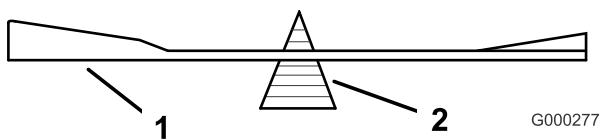
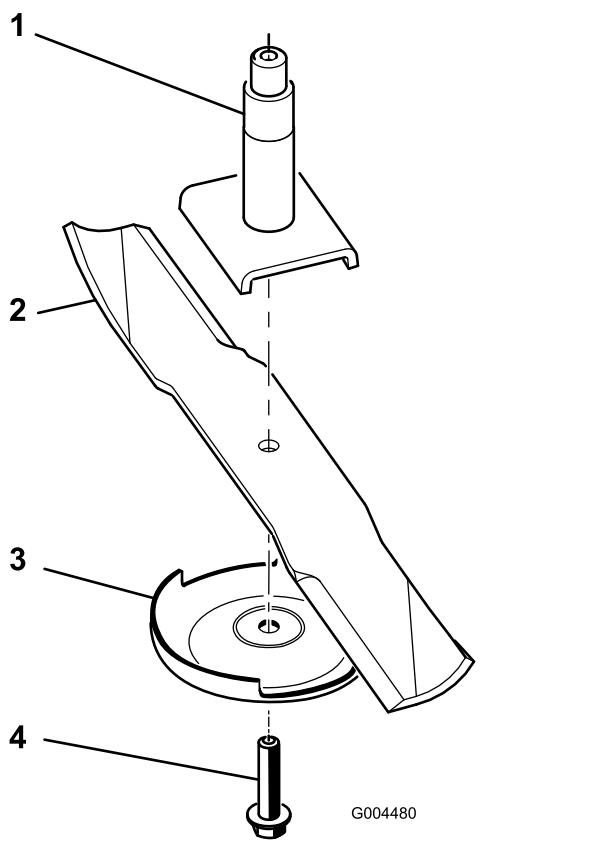

Figura 24
Figura 25
2. Verifique el equilibrio de la cuchilla colocándola sobre un equilibrador de cuchillas (Figura 24). Si la cuchilla se mantiene horizontal, está equilibrada y puede utilizarse. Si la cuchilla no está equilibrada, rebaje algo el metal en la parte de la vela solamente (Figura 25). Repita este procedimiento hasta que la cuchilla esté equilibrada.